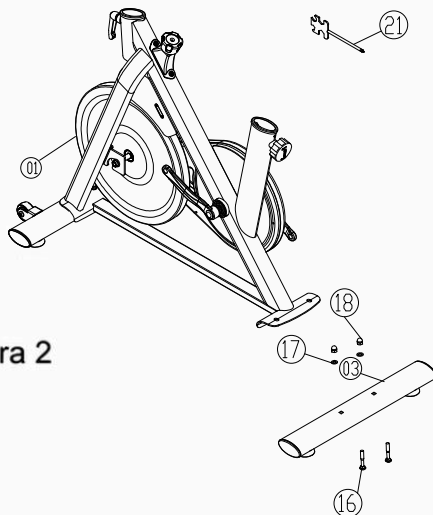

Figura 2
2. Fixe o Conjunto da Estrutura Principal (Peça 01) ao Conjunto do Tubo de Apoio Traseiro (Peça 03) com dois parafusos de carro M8×55 (Peça 16), duas anilhas planas (Φ20×Φ8.5×1.5t, Peça 17) e duas tampas altas (Peça 18), conforme mostrado na Figura 2.